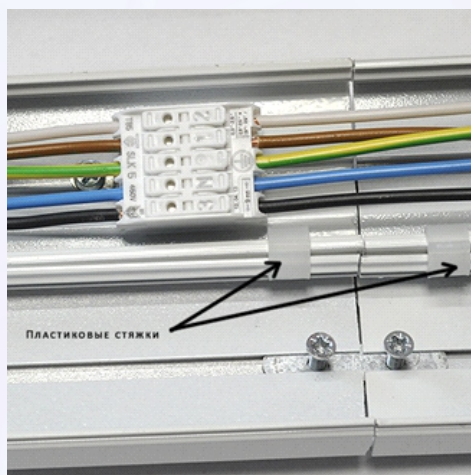

Рис. 4 – Пластиковые стяжки
3. Так как корпус и крышка осветительной системы соединены пластиковой стяжкой (Рис. 4) по одной стороне алюминиевого профиля, удерживающая обе части вместе, это позволяет производить монтаж в линию непосредственно на месте установки светильников. Для этого потребуется отщелкнуть крышку от корпуса светильника: